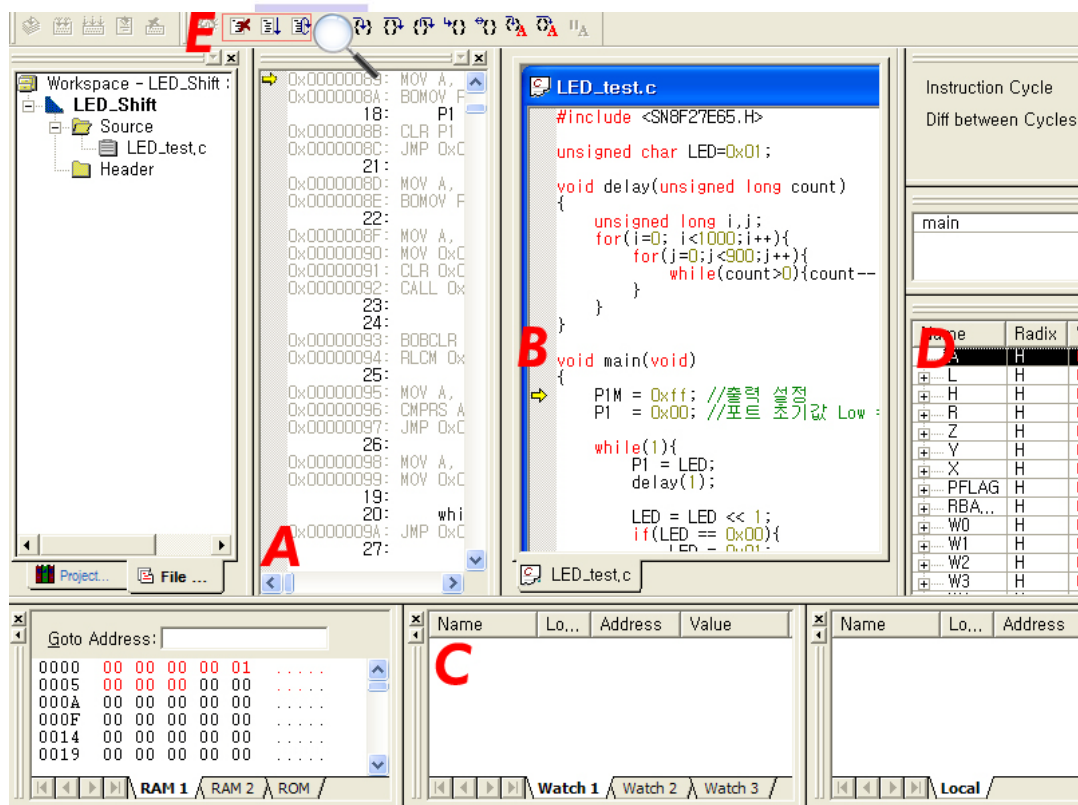

Fig 4.19. Debugging Mode
**Fig 4.19.** 화면에서 **F5** 를 누르면 Run 창이 뜨면서 ISP 의 Run Stop LED 가 녹색으로 바뀝니다. Starter Kit 의 LED 가 Shift 하기 시작하면 성공입니다. 만약 중지시키고 싶거나 현재의 상태(Resister/ 변수 값)를 확인하고자 하면 키보드 **F5** 를 누르거나 “**Stop Run**”을 클릭하시면 됩니다.